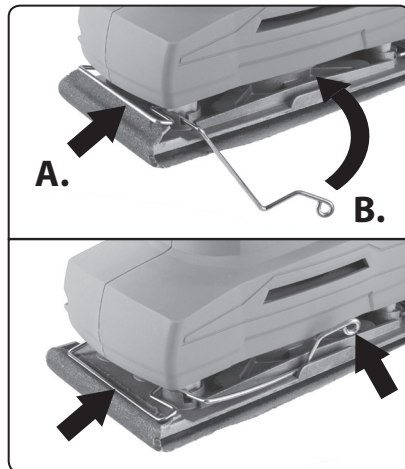

Abb. 3
- 3) Halten Sie das Schleifpapier auf der Basisplatte, sodass die Lochbilder übereinstimmen, schieben Sie ein Ende vom Schleifpapier unter die Andruckklemme und verriegeln Sie den Bedienhebel für Andruckklemme wieder. Dadurch kommt es zum festen Einspannen vom Schleifpapier, siehe Abb. 3.